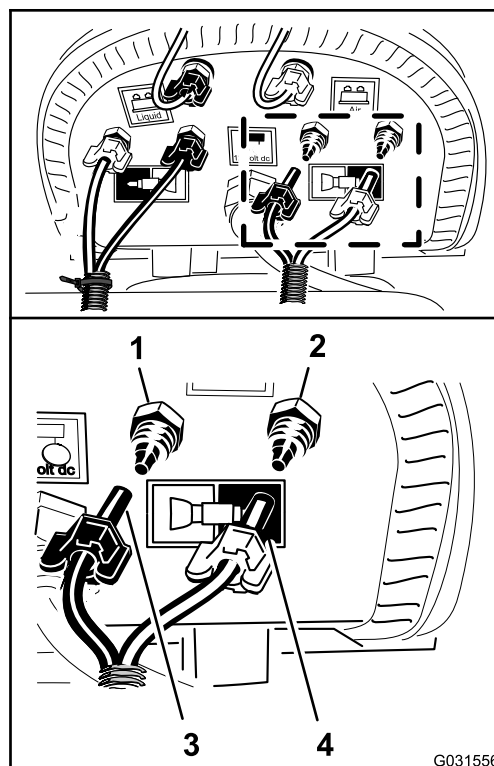

Figura 144
5. Ligue a tubagem não marcada (sem braçadeira de cabos) alinhando o tubo azul para a secção de pulverização esquerda na união da compressão para o circuito de água da secção de pulverização esquerda (Figura 144).
6. Monte a porca de compressão para o tubo na união e aperte a porca à mão (Figura 144).
7. Alinhe o tubo transparente para a secção de pulverização esquerda na união da compressão para o circuito de ar da secção de pulverização esquerda (Figura 144).
8. Monte a porca de compressão para o tubo na união e aperte a porca à mão (Figura 144).